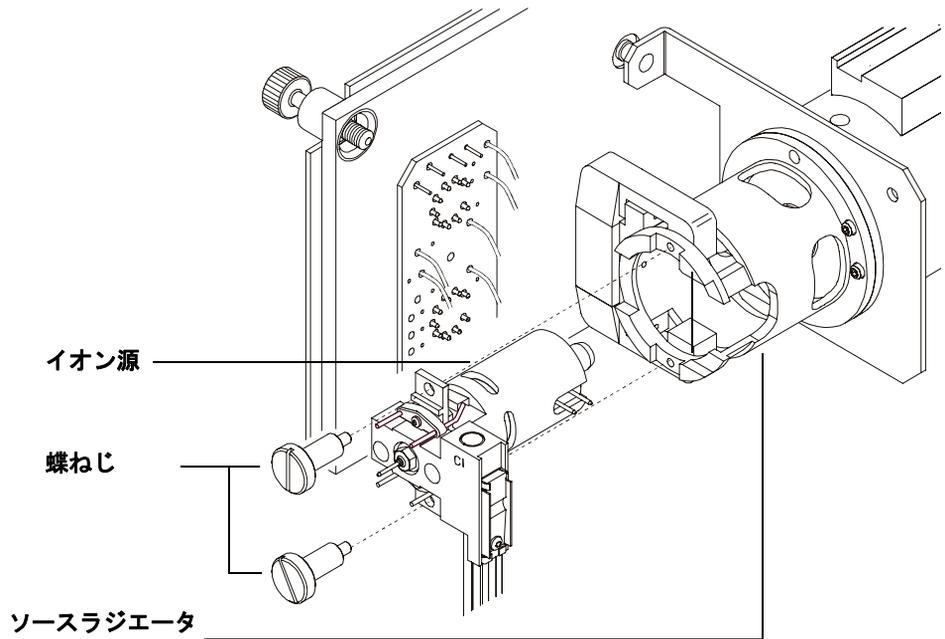

図 38 EI イオン源の取り付け
- 1 イオン源を、イオン源のラジエータの中へ入れます (図 38)。